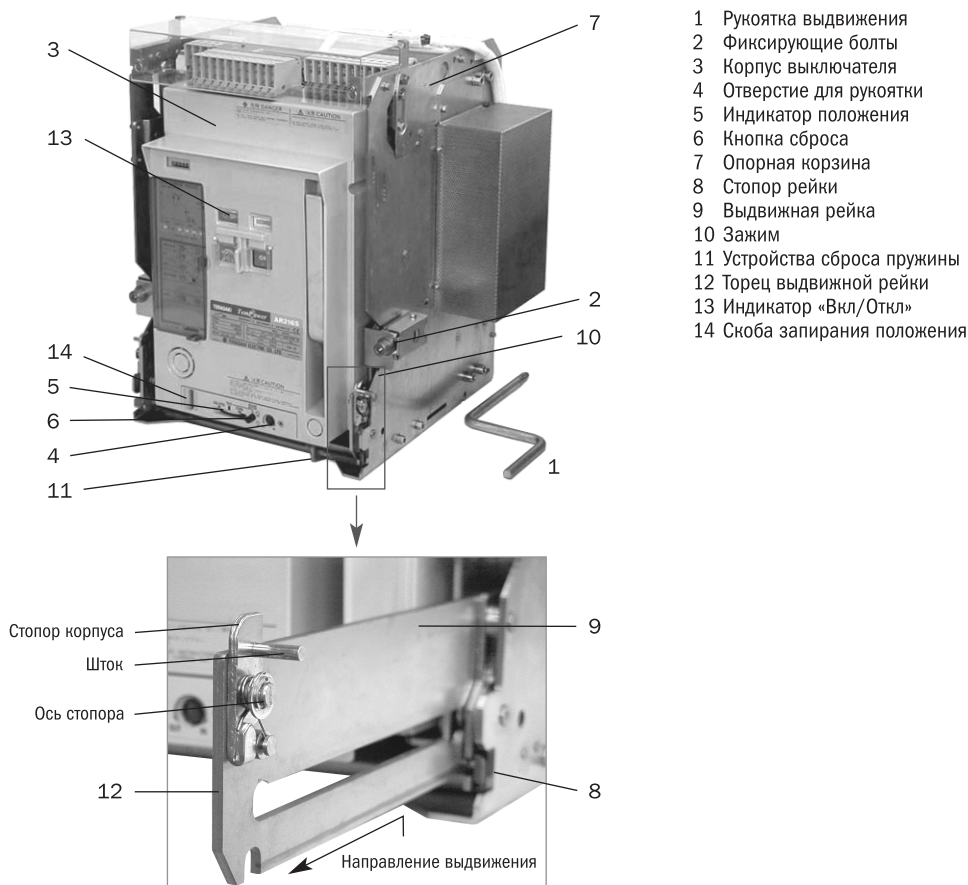

Рисунок 23. Операции выдвижения и возврата
- 1) Отключите ВА. (Если ВА остается включенным, рукоятка выдвижения 1 (Рис. 23) не может быть вставлена).
- 2) Ослабьте фиксирующие болты выключателя 2 (Рис. 23), если они имеются, и освободите корпус выключателя 3 (Рис. 23).
- 3) Освободите скобу запирания положения 14 (Рис. 23), если она зафиксирована. Обратитесь к разделу 4.5.
- 4) Вставьте рукоятку выдвижения в отверстие 4 (Рис. 23) и медленно вращайте против часовой стрелки до того момента, как индикатор положения 5 (Рис. 23) покажет «Тест/TEST».
- 1) Отключите ВА. (Если ВА останется включенным, рукоятка выдвижения 1 (Рис. 23) не может быть вставлена).
- 2) Нажмите кнопку сброса «RELEASE BUTTON» 6 (Рис. 23). В отжатом состоянии кнопка будет заблокирована.
- 3) Освободите скобу блокировки положения 14 (Рис. 23), если она зафиксирована. Обратитесь к разделу 4.5.
- 4) Вставьте рукоятку выдвижения в отверстие 4 (Рис. 23) и медленно вращайте ее против часовой стрелки до того момента, пока индикатор положения 5 (Рис. 23) покажет «Изолирован/ISOLATED» и прозвучит характерный звуковой сигнал. Поворот рукоятки выдвижения разблокирует кнопку сброса.
- 1) Убедитесь, что опорная корзина 7 (Рис. 23) надежно закреплена на крепежными болтами.
- 2) Освободите скобу запирания положения 14 (Рис. 23), если она зафиксирована. Обратитесь к разделу 4.5.
3) Надавите на стопоры реек 8 (Рис. 23) для того, чтобы выдвинуть их с обеих сторон опорной корзины и освободить выдвижные рейки 9 (Рис. 23). Полностью выдвигайте рейки до момента их блокирования стопорами (корпус выключателя не может быть выдвинут, если рейки не будут застопорены).
4) Удерживая руками за оба зажима 10 (Рис. 23), выдвигайте корпус выключателя до тех пор, пока он не остановится.
- Если ВА укомплектован дополнительным устройством сброса пружины 11 (Рис. 23), замыкающая пружина ВА будет автоматически освобождена с металлическим звуком. Этот звук не будет означать нештатное выполнение операции.
5) Применяйте дополнительное подъемное оборудование для перемещения корпуса выключателя 3 (Рис. 23) в безопасное место. Обратитесь к разделу 2.1.2.
1) Убедитесь, что опорная корзина 7 (Рис. 23) надежно закреплена крепежными болтами.
2) Надавите на стопоры реек 8 (Рис. 23) для того, чтобы выдвинуть их с обеих сторон опорной корзины и освободить выдвижные рейки 9 (Рис. 23). Полностью выдвигайте рейки до момента их блокирования стопорами (корпус выключателя не может быть вставлен, если рейки не будут застопорены).
4) Если ВА имеет фиксирующие болты 2 (Рис. 23), убедитесь, что они ослаблены. Удерживая руками за оба зажима 10 (Рис. 23), вставьте корпус выключателя во внутрь опорной корзины.
1) Убедитесь, что индикатор «Вкл/Откл» 13 (Рис. 23) показывает «Откл». (Если ВА остается включенным, рукоятка выдвижения 1 (Рис. 23) не может быть вставлена).
2) Освободите скобу блокировки положения 14 (Рис. 23), если она зафиксирована. Обратитесь к разделу 4.5.
3) Вставьте рукоятку выдвижения в отверстие 4 (Рис. 23) и медленно вращайте ее по часовой стрелке до тех пор, пока индикатор положения 5 (Рис. 23) не покажет «Тест/TEST».
1) Отключите ВА. (Если ВА остается включенным, рукоятка выдвижения 1 (Рис. 23) не может быть вставлена).
2) Освободите скобу блокировки положения 14 (Рис. 23) если она зафиксирована. Обратитесь к разделу 4.5.
3) Нажмите кнопку сброса 6 (Рис. 23). После этого кнопка сброса будет зафиксирована.
4) Вставьте рукоятку выдвижения в отверстие 4 (Рис. 23) и вращайте по часовой стрелке до тех пор, пока индикатор положения 5 (Рис. 23) не покажет «Подключен». В конце хода повернуть рукоятку с максимальным моментом усилия (14,7 Н·м). Поворот рукоятки выдвижения разблокирует кнопку сброса.
6) Затяните фиксирующие болты 2 (Рис. 23), если они применяются, заблокируйте корпус выключателя (раздел 4.5).